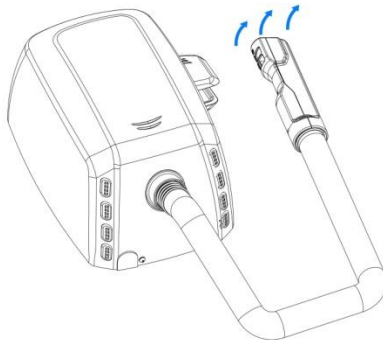

Fig. 2
- D'abord, retirer le tuyau de sortie d'air de son emplacement (Fig. 2).